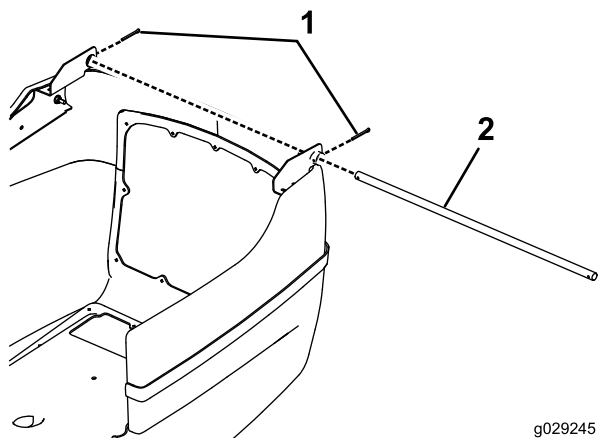

**Rysunek 1**
5. Zamontuj nowy lewy i prawy wspornik pokrywy zawiasu (Rysunek 1).